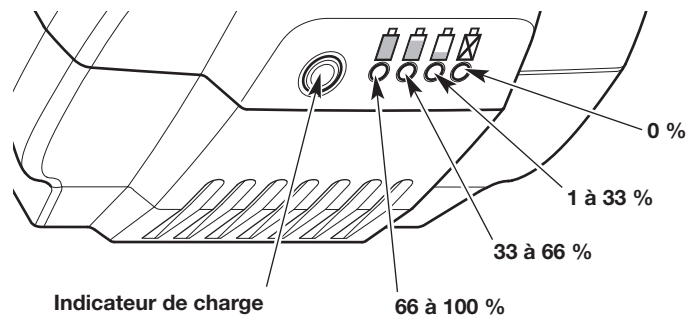

Fig. 8
1. Appuyez sur le bouton indicateur de charge de la batterie (Fig. 8).
2. Au moins un des témoins de l'indicateur d'intensité de chargement doit s'allumer (Fig. 8). Le nombre et la couleur des témoins indiquent le niveau actuel de charge de la batterie :